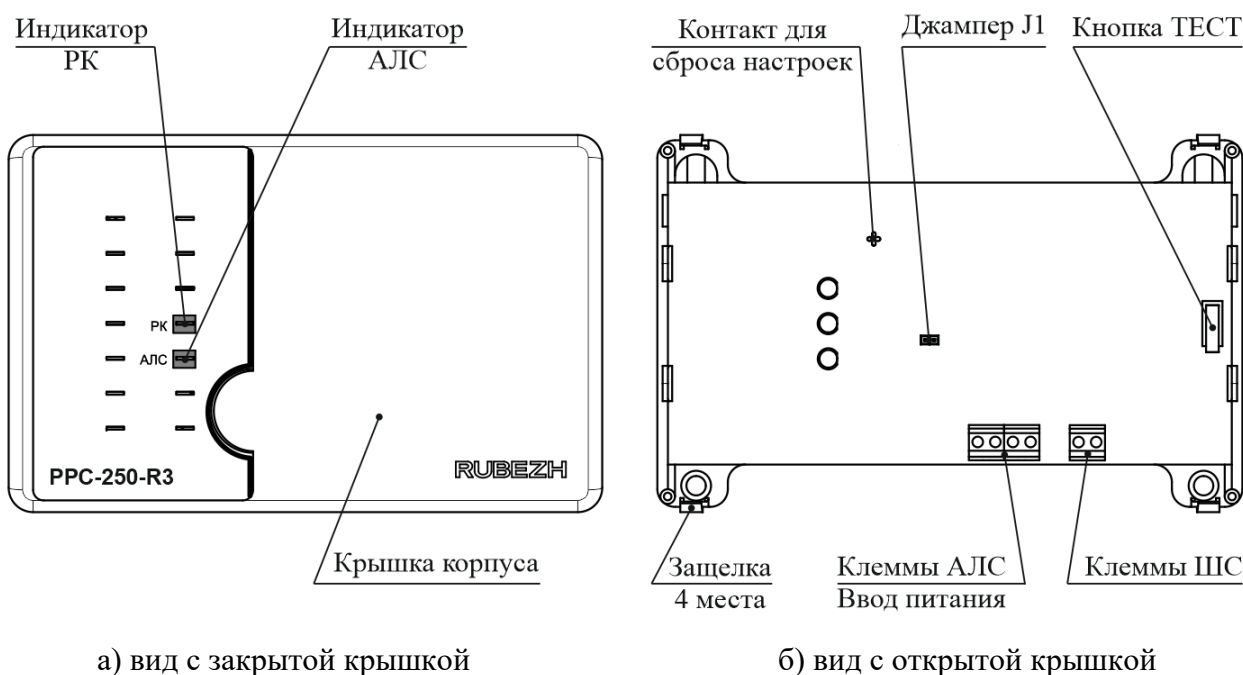

Рисунок 3
- а) открыть крышку РР, нажав на верхние или нижние защелки (рисунок 3);